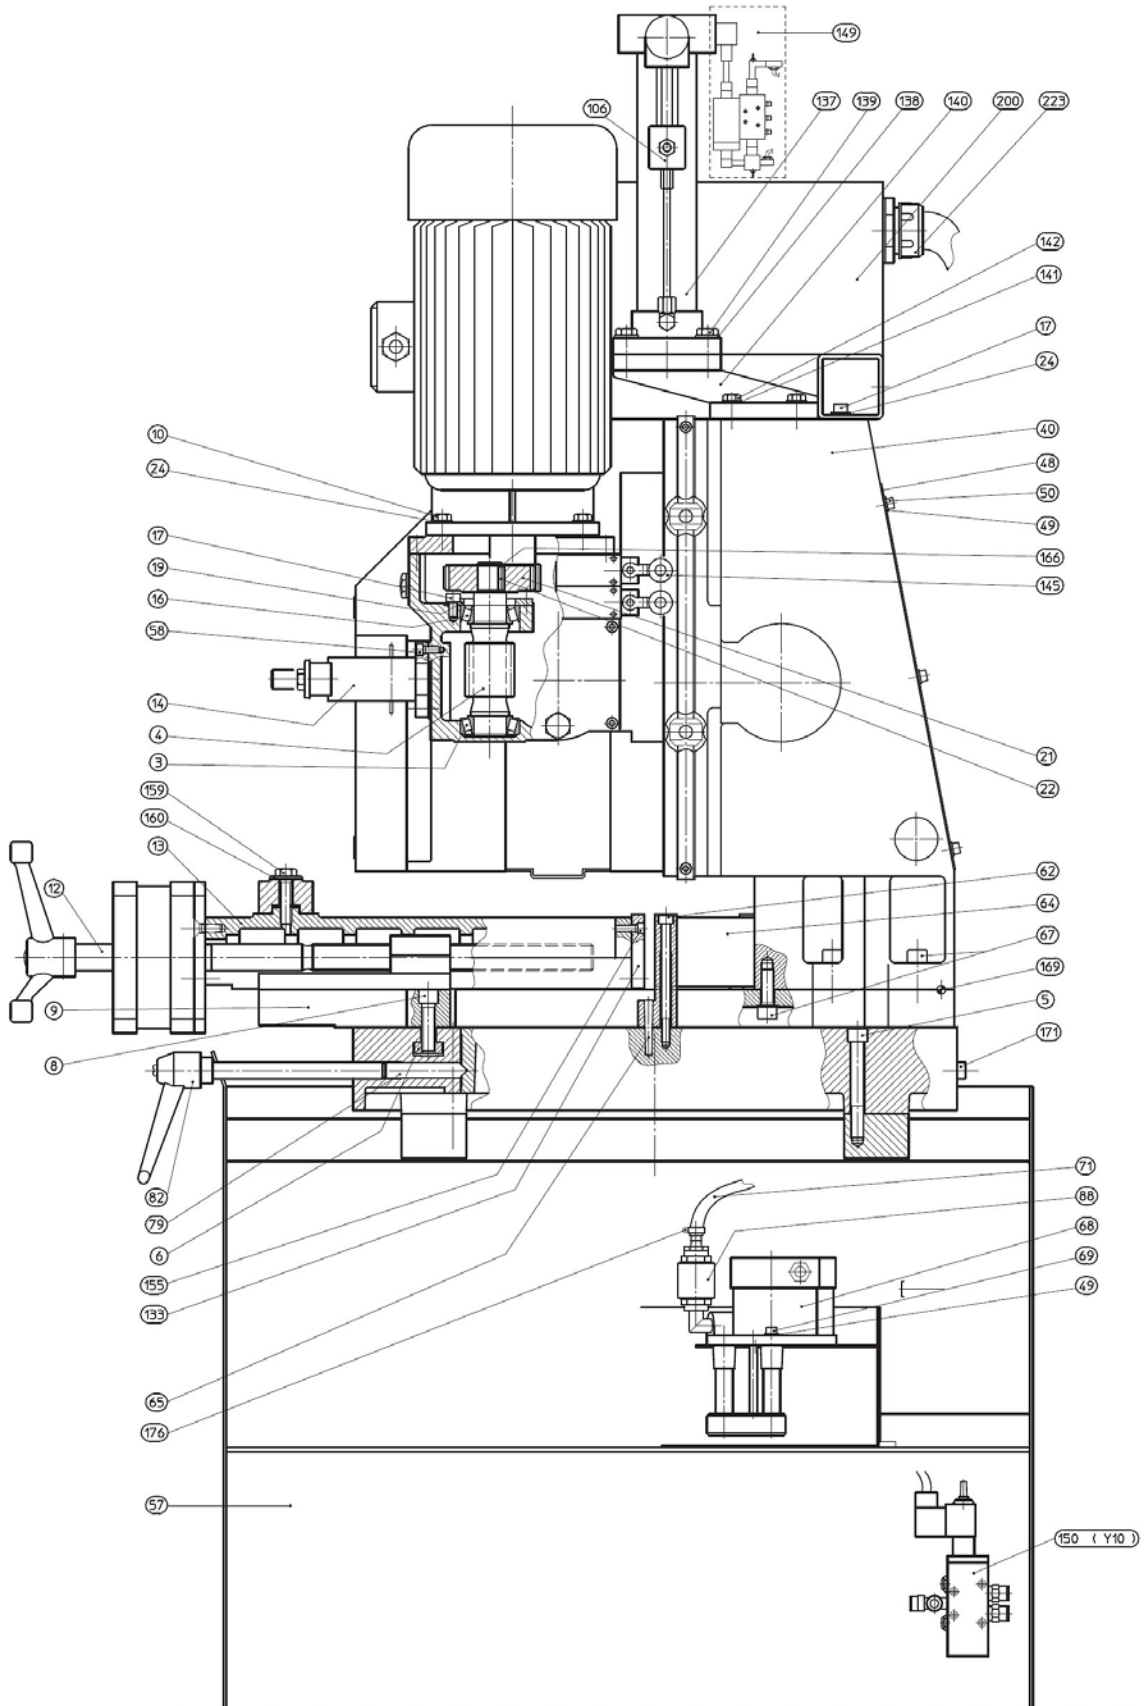
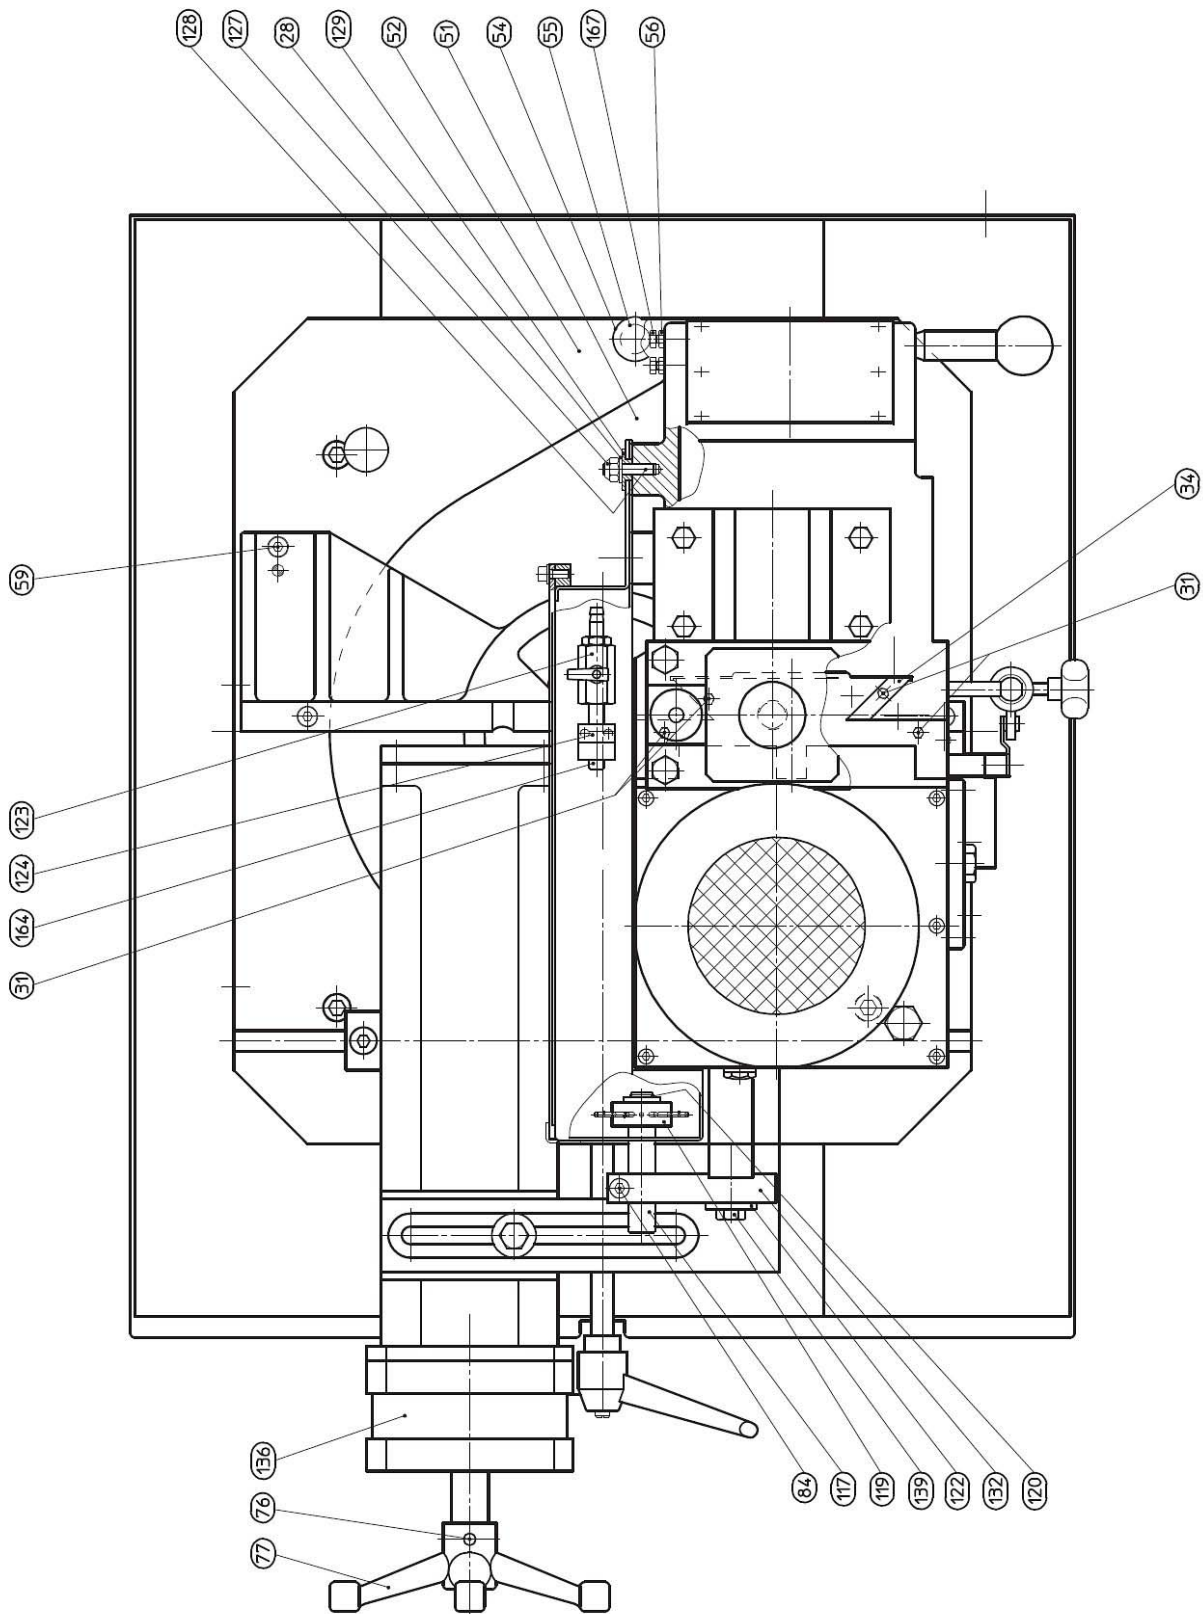

Abb. 18: Ersatzteilzeichnung 1 - MKS 350 VH
Abb. 20: Ersatzteilzeichnung 3 - MKS 350 VH
Schritt 1: Die Spannbacke [Abb. 18, 133] abmontieren, den Spannstock [Abb. 18, 13] komplett entnehmen, in dem man das Handrad [Abb. 20, 77] dreht.
Schritt 2: Die Schraubstock-Führungen [Abb. 18, 9 und 13] schmieren und einen Tropfen Öl in den Schmierpunkt hinter dem Handrad gießen.